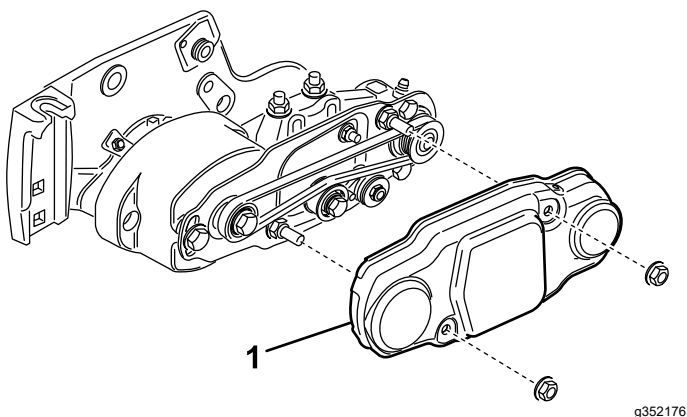

Figure 18
25. Glissez le protège-courroie sur les boulons de montage et fixez-le avec 2 écrous à embase (Figure 18).